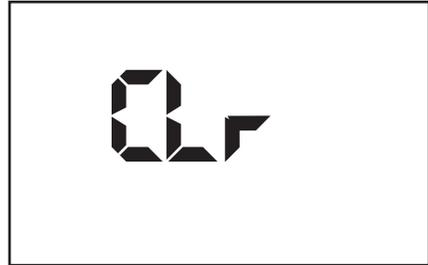

Bild 7.10: Menüfunktion "Letzten Messwert löschen"
- ▶ Zum Löschen des letzten gespeicherten Messwertes stellen Sie den Drehschalter "Messfunktion" (10) auf die Schalterstellung "Daten/Anzeigen/Löschen". Im Display erscheint jetzt "rCL".
- ▶ Mit den Pfeiltasten (6 oder 7) können Sie nun zwischen den einzelnen Menüfunktionen auswählen. Wählen Sie nun "CLr" aus (letzten Messwert löschen), siehe Bild 7.10.